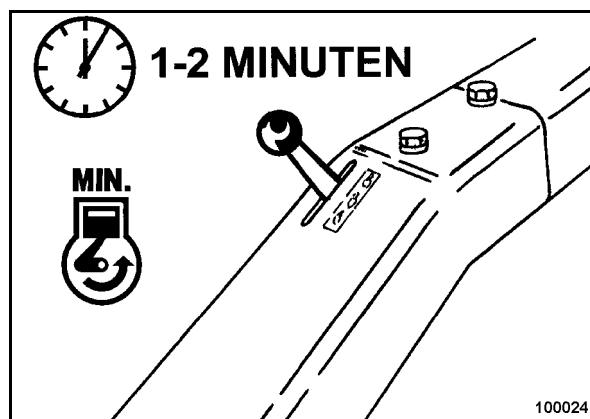

Fig. 34
- Poner la palanca reguladora de revoluciones a posición "MIN" (Fig. 34).